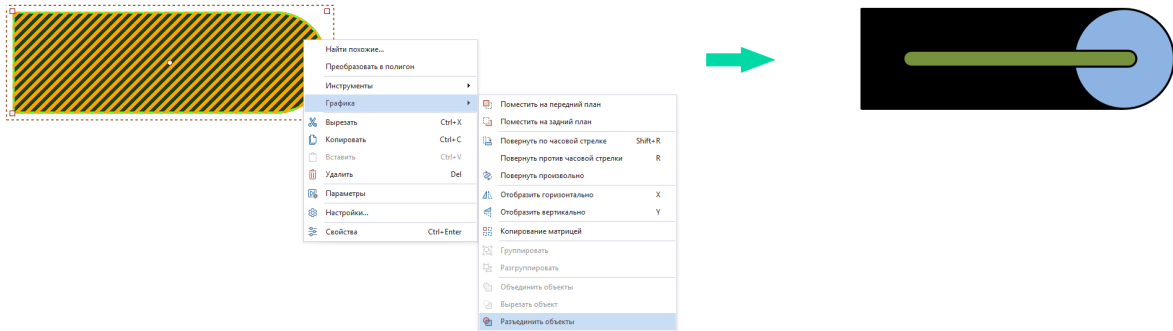

Рис. 375 Разъединение объектов
2. Вызовите контекстное меню и выберите пункт «Разъединить объекты» или нажмите  на панели «Графика», см. Рис. 375.